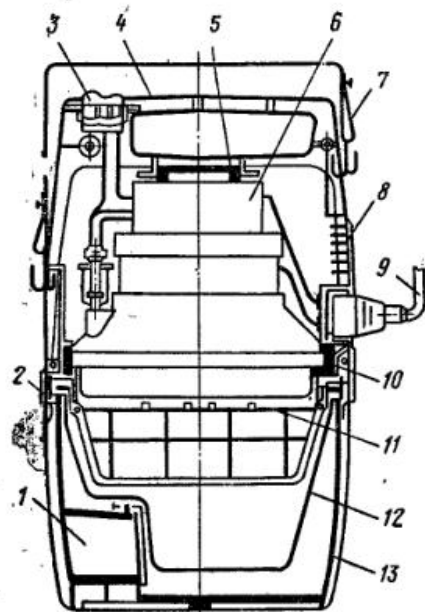

Рис. 73. Ручной пылесос «Спутник» PR-280:
**РУЧНОЙ ПЫЛЕСОС «СПУТНИК» ТИПА ПР-280.** На пластмассовом корпусе пылесоса имеется входное отверстие 1 (рис. 73) для входа воздуха и закрепления гибкого шланга, выключатель 3 и выходное отверстие 8. Для амортизации и уменьшения шума агрегат установлен на резиновых кольцах 5 и 10. Корпус изготовлен из двух половинок, которые соединяются между собой с помощью двух откидных замков 2. Для герметизации в месте соединения частей пылесоса проложена уплотнительная резина. Для подвешивания на плечо имеется